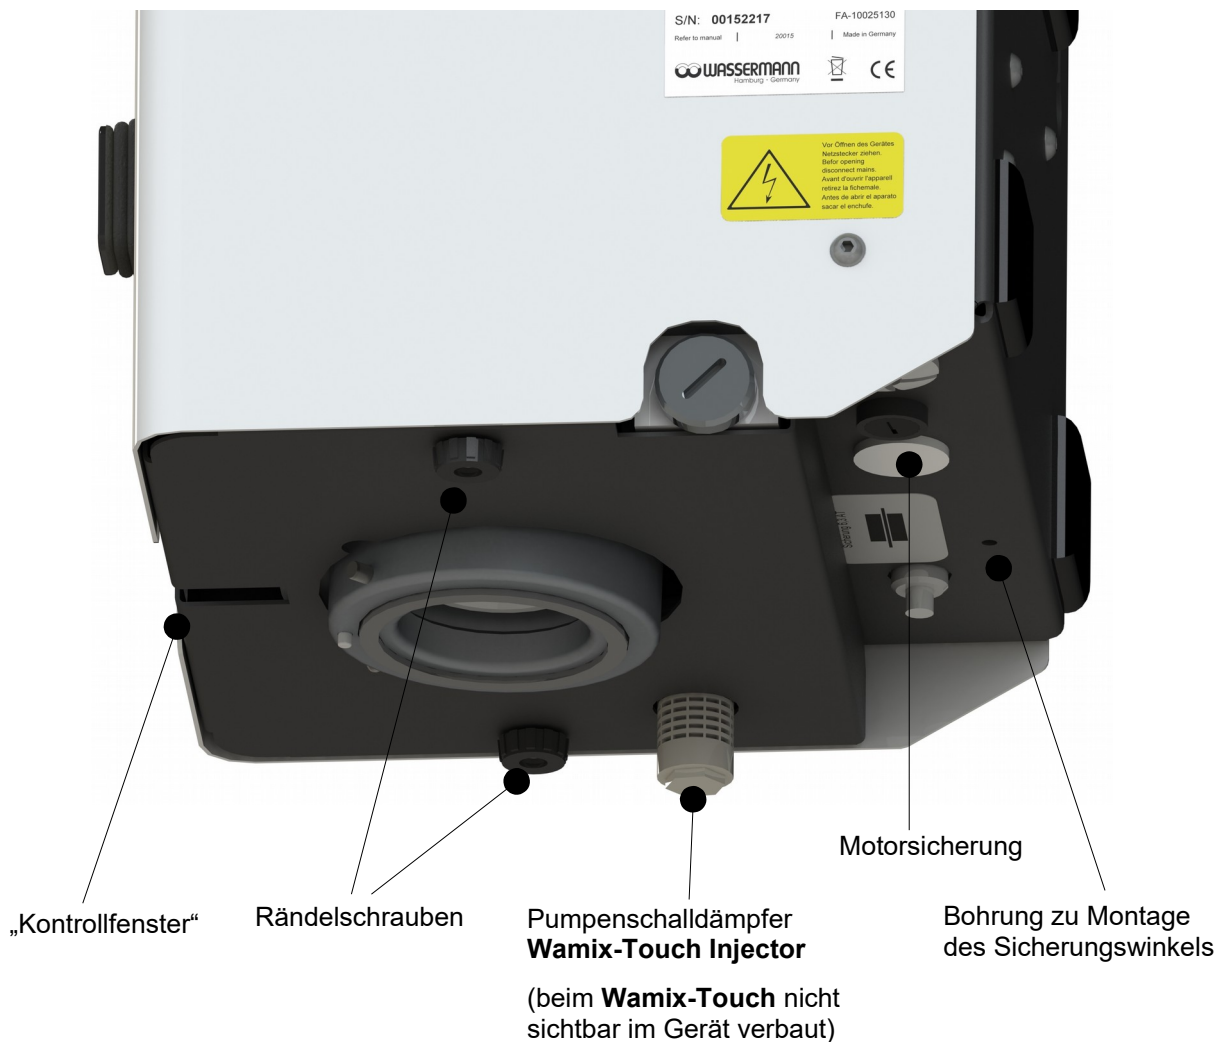

Bild 3
- Optisches Schutzsystem (*Bild 3*) hilft Überfüllung zu erkennen, zusätzlich mit Schutzfilter gegen Einsaugen von Flüssigkeiten
Schrauben Sie nun, wie im *Bild 3* dargestellt, den Sicherungswinkel an das **Wamix-Gerät**. Ziehen Sie die Kreuzschlitz-Schraube aber noch nicht fest an – der Sicherungswinkel muss sich noch bewegen lassen.
Hängen Sie das Gerät vorsichtig ein. Überprüfen Sie, ob das Gerät locker hängt (d.h. Hin- und Herbewegen auf den Schrauben), sollte dies der Fall sein, so ziehen Sie die Schrauben 6 x 50 nach, bis das Gerät sicher hängt. Zum Schluss schrauben Sie den Sicherungswinkel fest. Zuerst an der Wand mit Schraube 4 x 16, dann ziehen Sie die Kreuzschlitz-Schraube am Gerät fest (*Bild 3*).
-  Den Becher nur bis zur *Max-Markierung* auffüllen. Zu viel eingefülltes Material wird sonst durch das Vakuum in das System aufgenommen. Das aufgenommene Material wird im „Kontrollfenster“ (*Bild 3*) sichtbar.